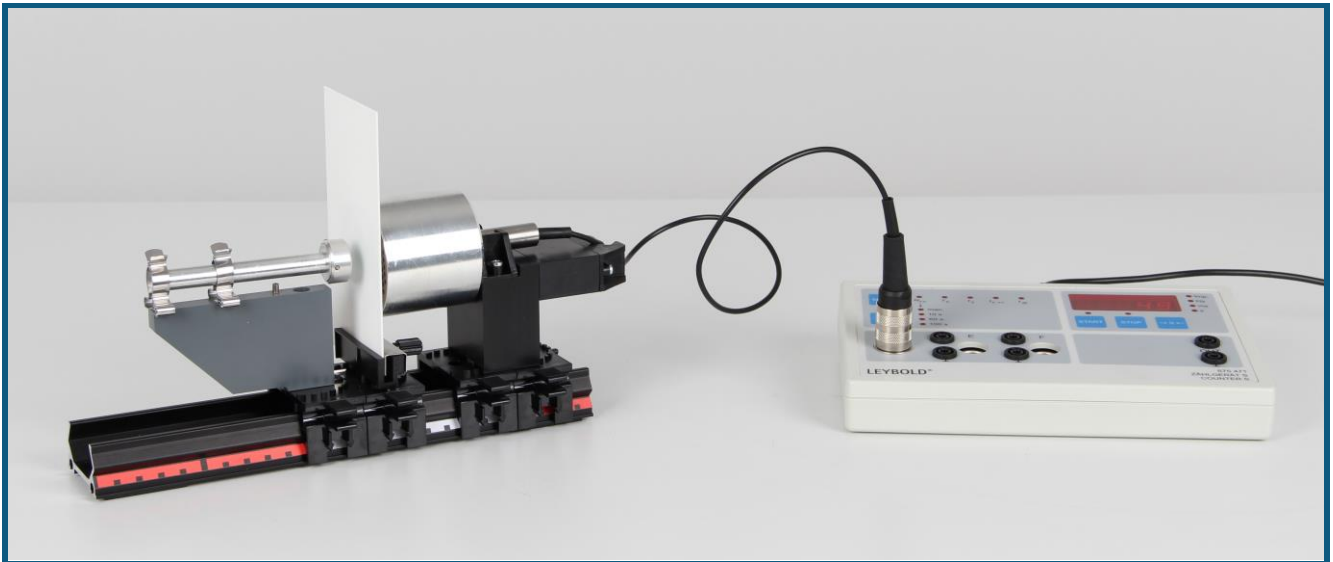

Abb. 1: Versuchsaufbau
7. Versuchsaufbau gemäß Abb. 1 erweitern. Knopfstrahler nah an Großflächenzählrohr schieben.